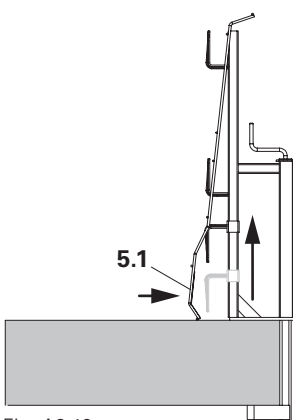

Fig. A2.10
7. Sollevare la staffa per tavola fermapiede (1.2). (Fig. A2.10)
8. Spingere la tavola fermapiede metallica (5.1) contro il supporto parapetto-2. (Fig. A2.10)